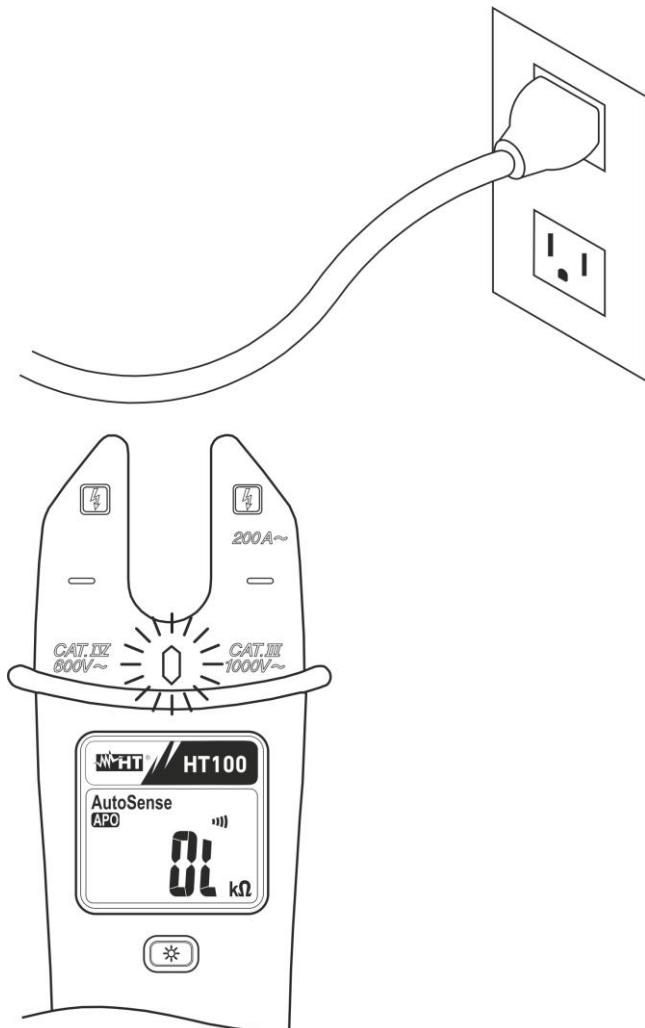

Fig. 4: Uso de la pinza por la función “VoltSense”
2. Posicione el instrumento en proximidad al punto en examen (ver Fig. 4)